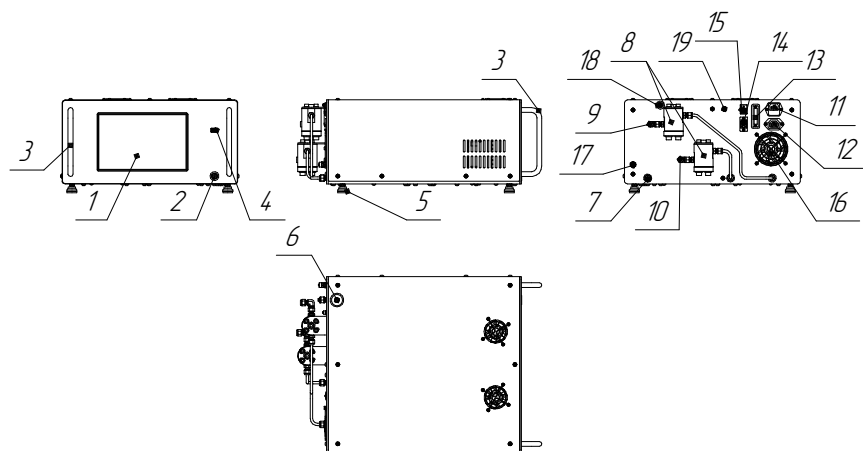

Рис. 2. Блок управления
4.3 Блок управления калибратора выполнен в настольном исполнении. Корпус выполнен из металла. На передней панели расположен сенсорный дисплей 1 (Рис. 2), кнопка включения калибратора 2, разъемы USB 4 и ручки 3. На дисплее отображаются показания калибратора и все необходимые данные. Кроме того, с помощью дисплея производится управление калибратором, ввод данных и изменение рабочих параметров. Сверху расположена заглушка заливной горловины 6.
ние АГК через блок управления, соединив болт 19 Рис.2 с заземляющим контуром помещения.
ловины 6 (Рис. 2) и залейте рабочую жидкость в бачок, ориентируясь по показаниям датчиков уровня рабочей жидкости (до срабатывания верхнего датчика уровня).